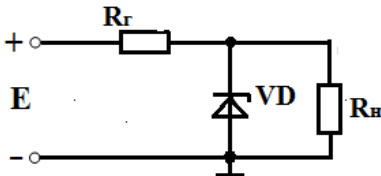

Рис. 1.11
7. Дана схема стабилизатора на стабилитроне (рис.1.11). E нестабильно, то есть может меняться в диапазоне $E \pm \Delta E$.